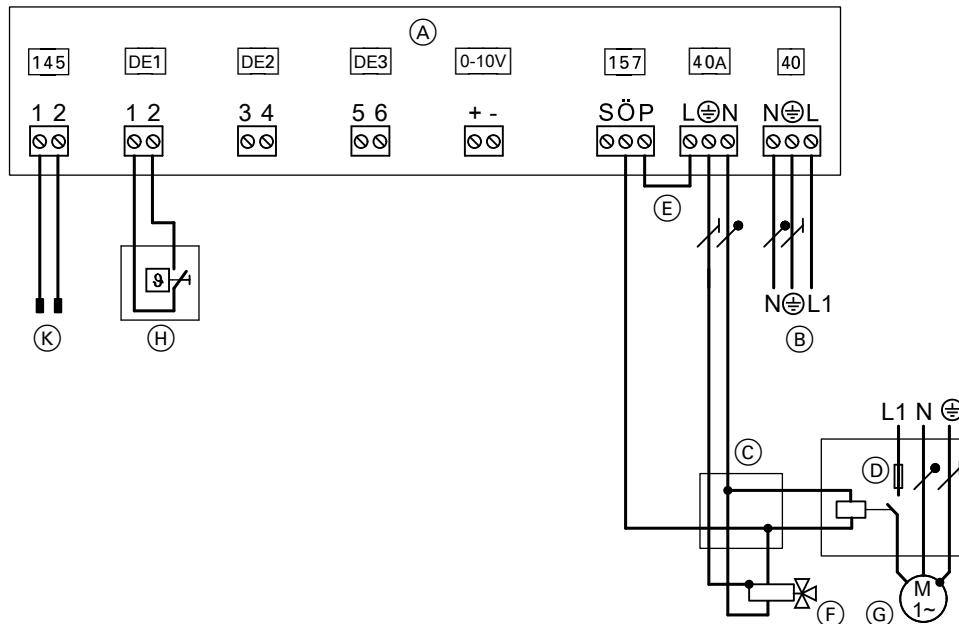

Abb. 46
- Anschlüsse an Erweiterung EA1 **nur** gemäß Abb. 46 ausführen.